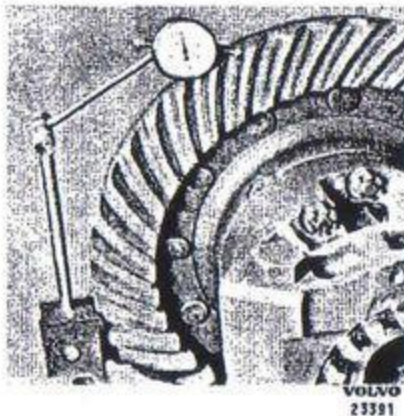

Bild 83. Mätning av kuggflankspel.
- Ställ in kuggkontakt och kuggflankspel. Detta tillgås på följande sätt: Ansätt differentialhuslagren tills intet glapp finns. Anbringa en indikator mot kronhjulet (se bild 83). Håll pinjongen stille och mät kuggflankspelet (0,15—0,25 mm). Vid inställning av kuggflankspelet vrids båda ställmuttrarna lika mycket.